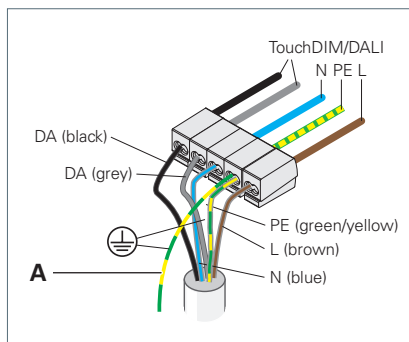

Fig. 16: Collegamento dell'apparecchio d'illuminazione.
- Collegare il cavo di messa a terra **A** sul lato di collegamento dell'apparecchio d'illuminazione al morsetto del conduttore di terra, vedi Fig. 16.